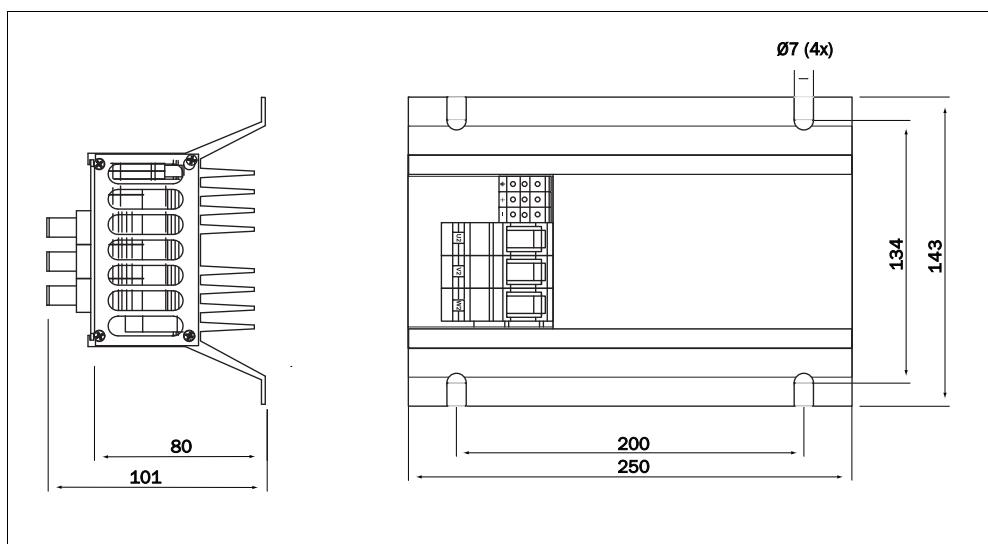

Fig. 4 Overshoot clamp dimensions.
- Mount the overshoot clamp unit outside the inverter on a flat surface with four M6 screws. The dimensions of the overshoot clamp unit are shown in Fig. 4 on page 4.
- Montera spänningsbegränsarenheten utanför frekvensomriktaren på en plan yta med fyra M6-skruvar. Spänningsbegränsarenhetens mått visas i Fig. 4 på sidan 4.
- Montieren Sie die Overshoot Clamp-Einheit an der Außenseite des Umrichters mit vier M6-Schrauben auf einer flachen Oberfläche. Die Abmessungen der Overshoot Clamp-Einheit sind in Fig. 4 auf Seite 4 aufgeführt.